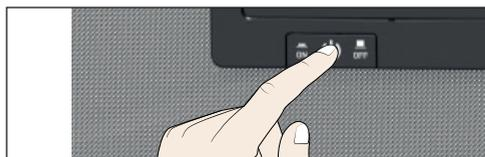

Fig. 22 Spegnere l'apparecchio
3. Spegner l'apparecchio dall'interruttore principale (Fig. 22).